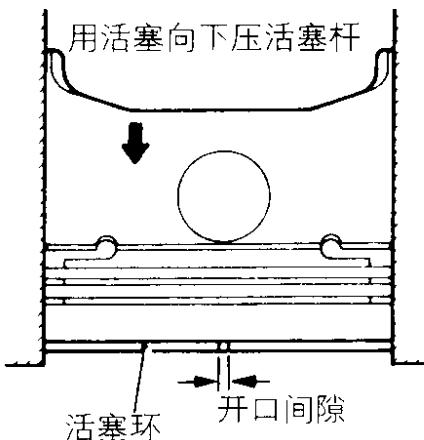

图 2-87 检查活塞环开口间隙
(3) 如图 2-87 所示, 将活塞环放到气缸套内, 用活塞顶与活塞环接触, 将其向压到适当的位置, 使活塞环与气缸壁成直角, 然后用厚薄规测量活塞环开口间隙。第一道活塞环开口间隙标准值为 0.25~0.40mm, 第二道活塞环开口间隙标准值为 0.45~0.60mm, 油环开口间隙标准值为 0.20~0.60mm。如果开口间隙已超出, 应更换活塞环。